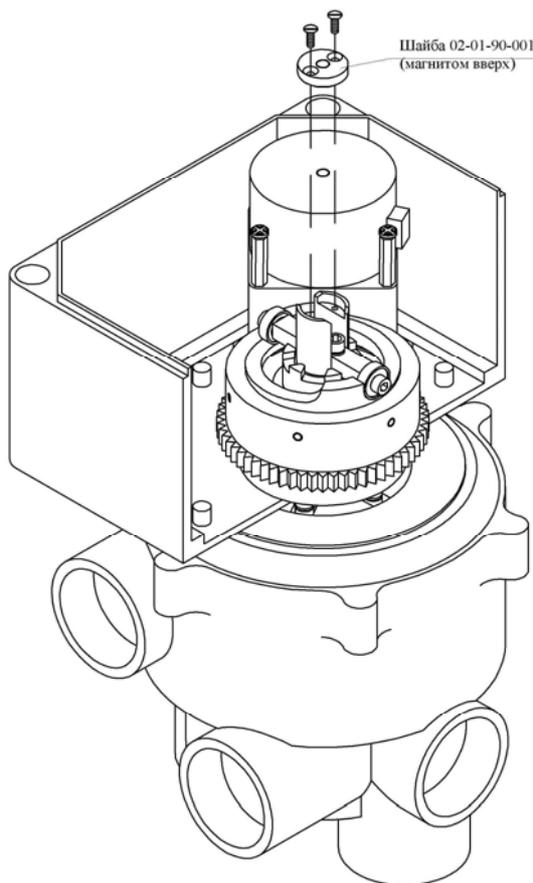

Рис. 4
- 4.4.2. УСТАНОВИТЬ ВРУЧНУЮ 6-ПОЗИЦИОННЫЙ ВЕНТИЛЬ В ПОЛОЖЕНИЕ «ФИЛЬТРАЦИЯ», после этого расшплицовать и снять с него ручку управления. **Прибор поставляется в сборе (см.рис.1- 6)**. Перед монтажом прибора на 6-ти позиционный вентиль, необходимо снять плату энкодера «6» (см рис. 6, 5). Далее демонтировать шайбу с магнитом «5» (см. рис.4), и планку с подшипниками «3» (см. рис. 3), выдавить вал «1» (см. рис. 2) вниз, плата условно не показана.
- 4.4.8.** Установить и прикрутить к валу «1» шайбу с магнитом «5» двумя винтами М3х8 из комплекта прибора (магнитом вверх!) в паз верхнего торца вала 1 (см. рис. 4, 5).